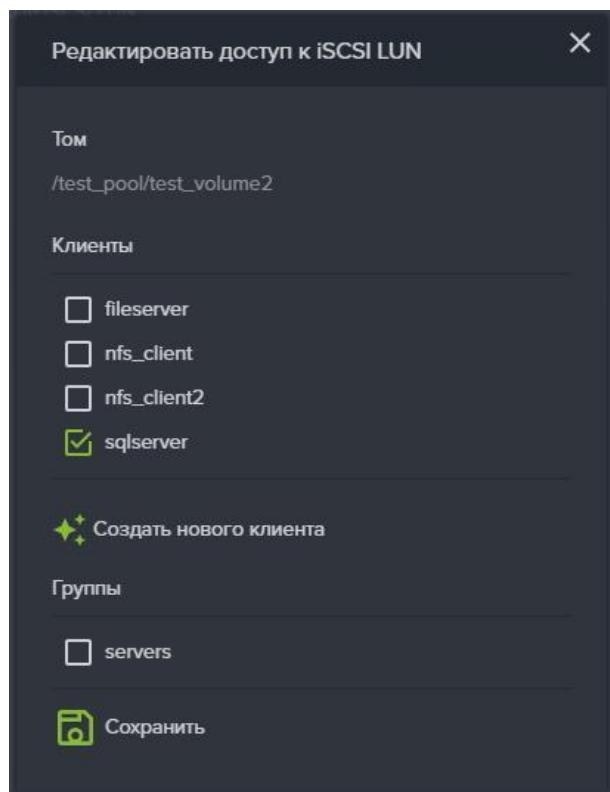

Рисунок 73 – Редактировать доступ к iSCSI луну
4. Нажмите на кнопку «Создать нового клиента» (см. Рисунок 73), откроется окно «Создать клиента».